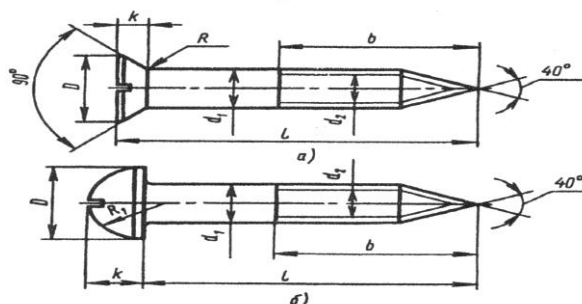

Рисунок 4. Шурупы.
**Шурупы.** Шурупы ввертываются в дерево и некоторые полимерные материалы. Шурупы выпускаются с потайной головкой (ГОСТ 1145-80) (рис.4а), с полукруглой головкой (ГОСТ 1144-80) (рис.4б) и с полупотайной головкой.